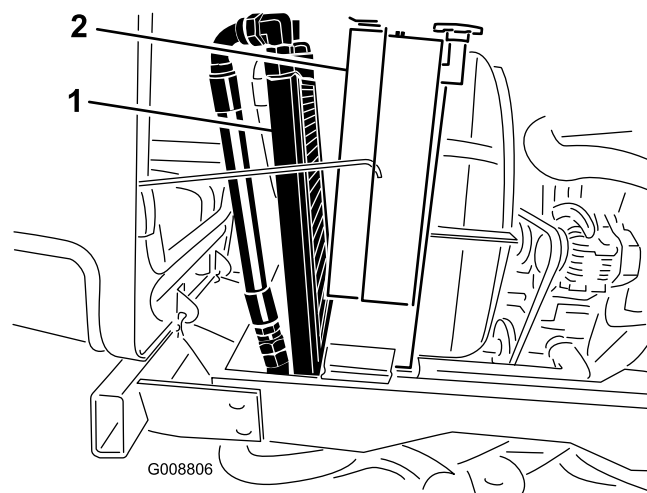

Figure 68
3. Basculez le refroidisseur d'huile en arrière. Nettoyez soigneusement les deux côtés du refroidisseur et la surface autour du radiateur (Figure 68) à l'air comprimé. Commencez par le côté ventilateur et soufflez les débris vers l'arrière. Nettoyez ensuite en soufflant de l'arrière vers l'avant. Répétez cette procédure plusieurs fois jusqu'à ce qu'il ne reste plus aucun débris.